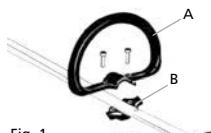

Fig. 1
1. Para instalar el mango en la desbrozadora, se necesitaran los siguientes componentes: mango (A y B), tornillos y tuercas (Fig. 1).